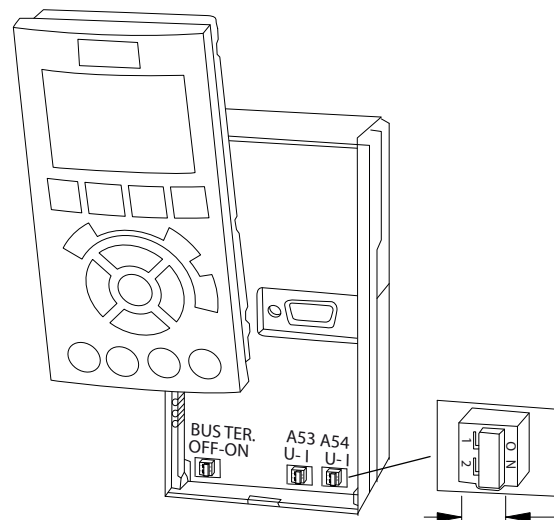

Abbildung 5.22 Lage der Schalter für die Klemmen 53 und 54
- Ein Schalter (BUS TER.) auf der Steuerkarte dient zum Zuschalten des Busabschlusswiderstands. Siehe *Abbildung 5.22*.